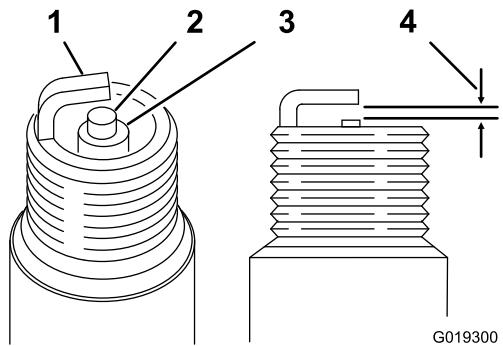

Figura 29
- Ajuste la distancia entre los electrodos a 0,7–0,8 mm; consulte Figura 29.